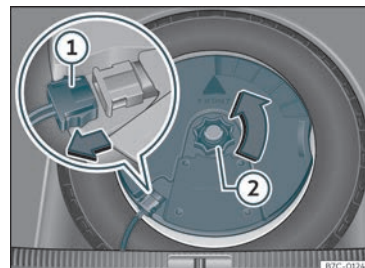

Fig. 268 Na bagageira: desmontar o subwoofer.
- Desligue o cabo do altifalante *subwoofer* »» Fig. 268 ①.
- Rode a rodinha de fixação no sentido contrário ao dos ponteiros do relógio »» Fig. 268 ②.